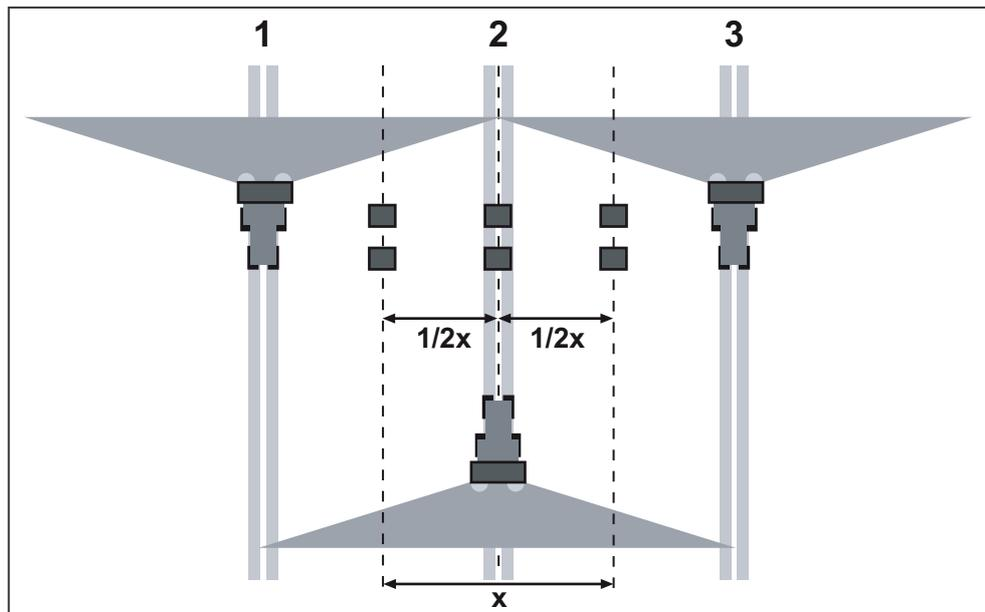

Bild 7.19: Aufstellung für drei Überfahrten
- Je zwei Auffangschalen im Abstand von **1 m** hintereinander in den Überlappungszonen und in der mittleren Fahrspur aufstellen (entsprechend Bild 7.19).